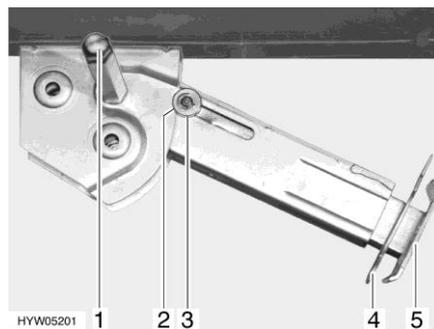

Fig. 49 Apoyo de elevación
- Colocar la llave de vaso en el hexágono (Fig. 49,1) y girarla hasta que el apoyo de elevación quede verticalmente hacia abajo.
- Extraer la clavija hendida (Fig. 49,4) de la prolongación del pie de apoyo (Fig. 49,5).
- Colocar la llave de vaso en el hexágono (Fig. 49,1) y girarla hasta que el apoyo de elevación esté de nuevo libre del suelo.
- Introducir totalmente la prolongación del pie de apoyo (Fig. 49,5) e introducir la clavija hendida (Fig. 49,4) en el orificio previsto para ello que hay en la prolongación del pie de apoyo.
- Girar con la llave de vaso en el hexágono (Fig. 49,1) hasta que el apoyo de elevación bascule hacia arriba y la arandela de guía (Fig. 49,3) esté totalmente introducida en la entalladura (Fig. 49,2).